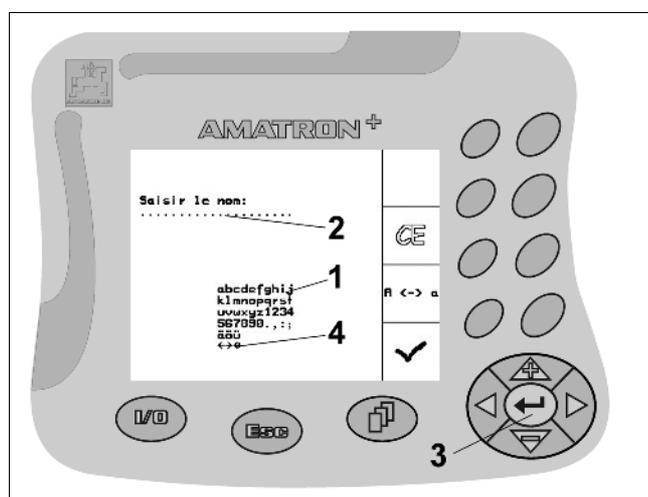

Fig. 13
S'il vous faut introduire des textes ou des chiffres dans le boîtier **AMATRON⁺** utilisez le Menu introduction de données (Fig. 13).
Une zone de sélection s'affiche en bas de l'écran (Fig. 13/1) avec des lettres, des chiffres et des flèches à partir desquelles vous pouvez former la ligne à introduire (Fig. 13/2) (texte ou chiffre).
-  ,  ,  ,  Sélection de lettres ou de chiffres sur la zone de sélection (Fig. 13/3).
-  Enregistrer la sélection (Fig. 13/3).
Les touches ← → de la zone de sélection (Fig. 13/4) permettent un déplacement sur la ligne de texte.
La flèche ←| de la zone de sélection (Fig. 13/4) permet d'effacer les derniers éléments introduits.